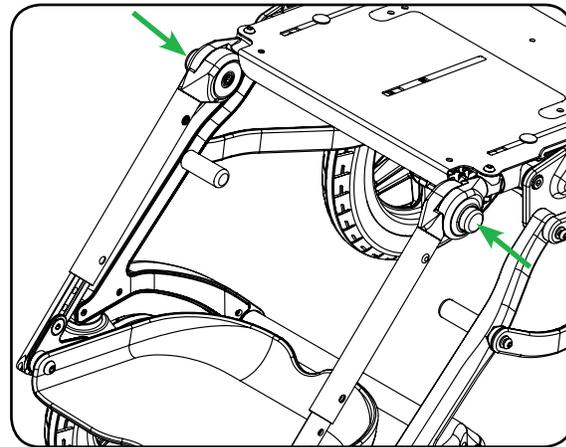

Figure 6
1. Appuyez et tenez les boutons à l'extérieur de chaque encliquetage de réglage, consultez figure 6.